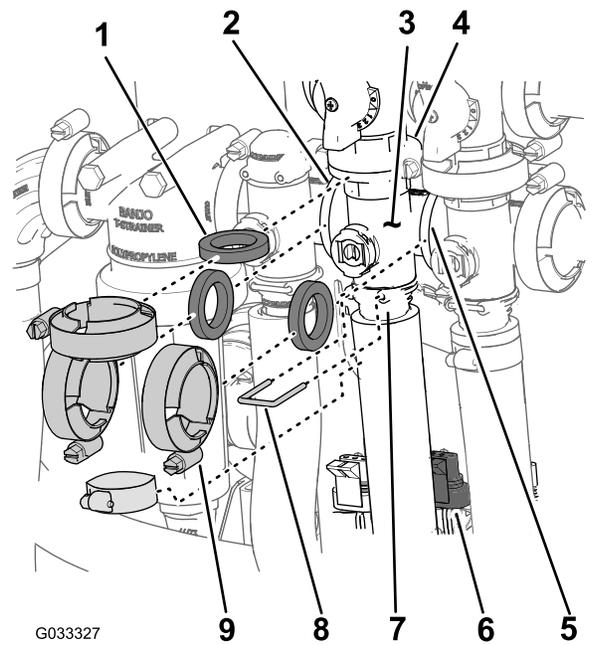

图 70
1. 取下将搅拌阀歧管图 70 固定至搅拌旁通阀、喷洒率控制阀、主喷洒臂段阀以及安装座接头搅拌节流阀的夹具和垫片。
2. 拆下将出口接头固定至搅拌阀歧管的卡环图 70。